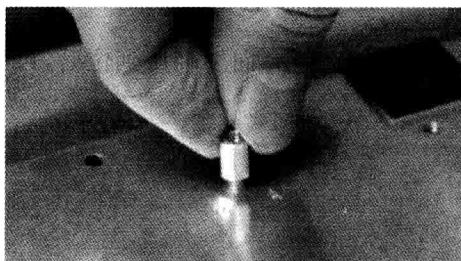

图 1-10 安装主板垫脚螺母
1) 在安装主板之前,先将机箱提供的主板垫脚螺母安放到机箱主板托架的对应位置,如图 1-10 所示。